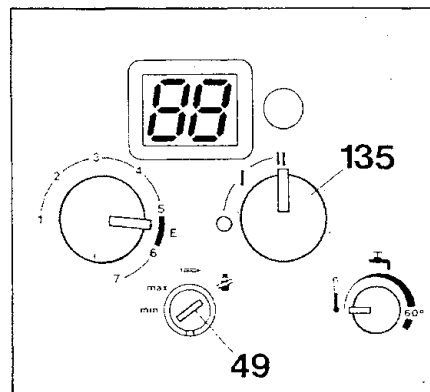

Bild 37 ZSR...
- Schraubenschlitz des Betriebsartenschalters Bild 37, (49), auf Stellung "min" drehen.